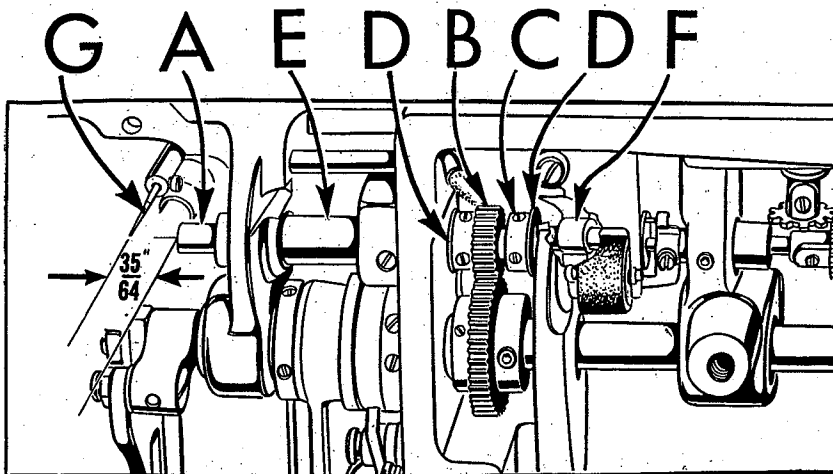

Fig. 19
El eje del gancho (A, Fig. 19) se coloca en posición por el piñon (B) y el collar (C) empujando contra las arandelas de acceso (D) entre el manguito largo a la izquierda (E) y el manguito corto a la derecha (F).